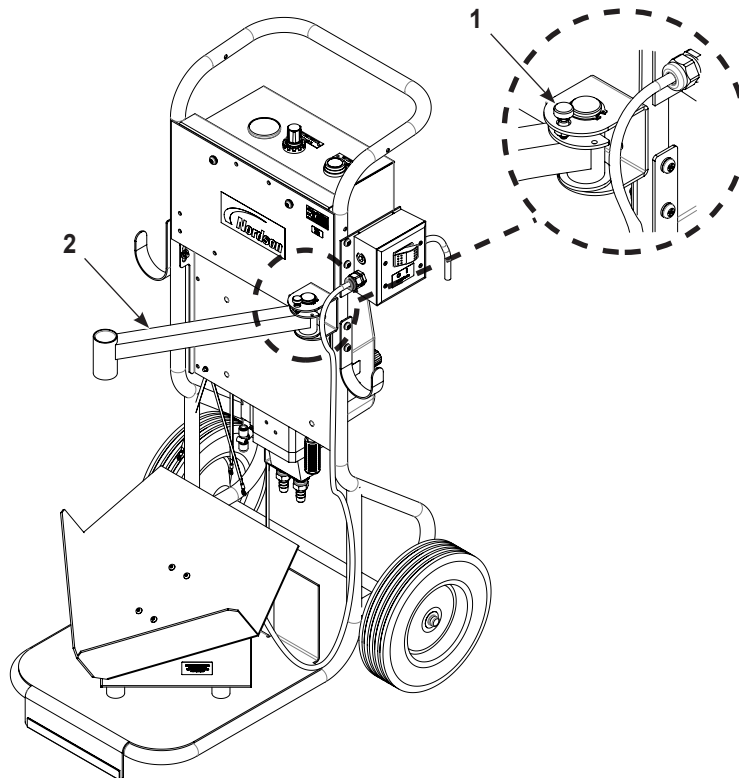

Abbildung 2 Entnahmerohr-Arm einstellen
2. Siehe Abbildung 2. Den Sicherungsknopf (1) hochziehen und den Entnahmerohrarm (2) ausschwenken. Den Sicherungsknopf loslassen, um den Arm in der Position zu halten.